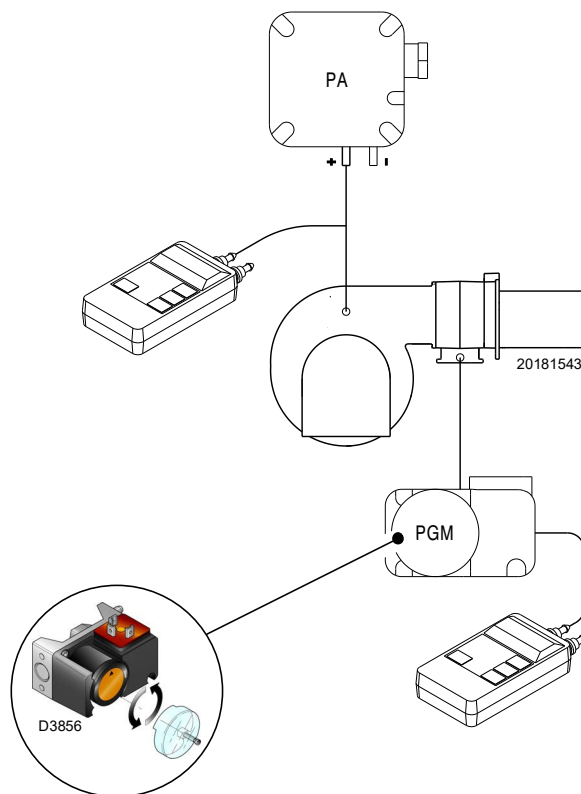

Рис. 28
- Установите реле максимального давления газа (Рис. 28 на стр. 31) на конец шкалы.
Настройка реле максимального давления газа (Рис. 28) выполняется после всех остальных регулировок горелки, устанавливая реле максимального давления газа на конец шкалы.